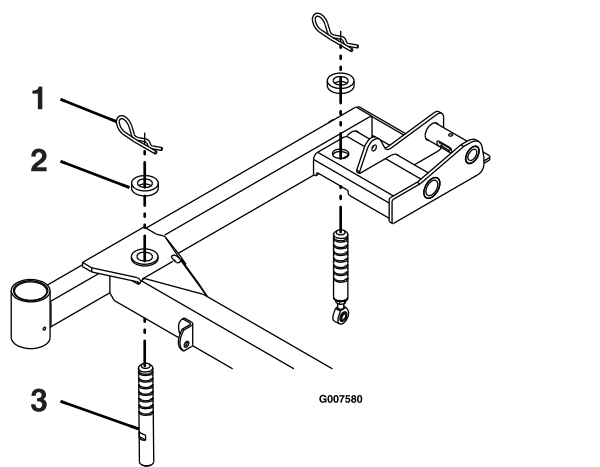

Figura 71
4. Verificate che tutte le coppie si trovino nei fori dell'altezza del piatto del tosaerba di 7,62 cm con i distanziali sotto le coppie (Figura 71).
5. Accorciate o allungate ciascun perno di supporto del piatto di taglio per ottenere l'altezza della punta della lama di 7,62 cm nella parte anteriore del piatto e di 8,26 cm nella parte posteriore (Figura 71).